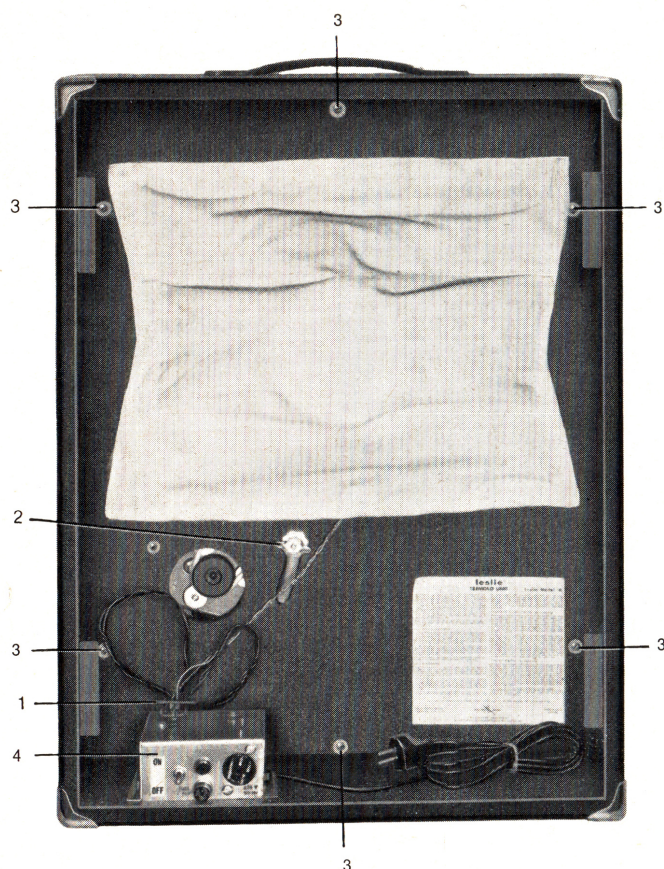

Abbildung 2
Zum Anschließen der LESLIE-Box 16 ist das Netzkabel an der Rückseite der Box, rechts neben dem Netzchassis (4, Abb. 2) zu entnehmen. Nach dem Anschließen des Netzkabels ist das Motorenaggregat der Box mit dem Schalter „ON/Off“ einzuschalten. Dabei muß die rote Kontroll-Lampe aufleuchten. Hierauf, und wenn das Gerät nach einem Transport wieder aufgestellt worden ist, ist der Tremoloschalter ungefähr 5 Sekunden einzuschalten. Dann kann die LESLIE-Box 16 normal betrieben werden.
2. Das Verbindungskabel für Motor und Lautsprecherspule (1, Abb. 2) am Netzchassis (4, Abb. 2) ziehen.
4. Nach Lösen der sechs Befestigungsschrauben (3, Abb. 2) läßt sich jetzt die Schallwand herausnehmen.
5. Die richtige Spannung des Antriebsriemens für die Schallumlenktrommel ist außerordentlich wichtig. Ein zu lockerer Riemen hat durch Schlupf zu langsames Starten und zu langsamer Umlaufgeschwindigkeit zur Folge. Ein zu straffer Riemen verursacht Geräusche beim Lauf und beansprucht die Lager übermäßig. Die Spannung des Riemens ist nach Lockern der Flügelmutter (2, Abb. 2) so einzustellen, daß die gewünschte Leistung erzielt wird, d. h. der Riemen soll beim Start geringfügig durchrutschen, aber so straff sein, daß innerhalb 5 Sekunden die richtige Drehzahl der Umlenktrommel erreicht ist. Die Flügelmutter ist in dieser Stellung festzuziehen.